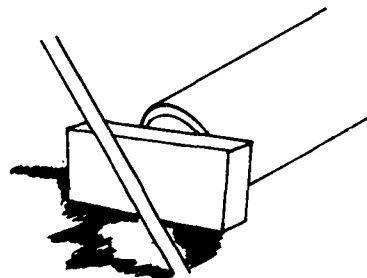

FIG. 5
a) Use alavanca e anteparo de madeira (fig. 5).